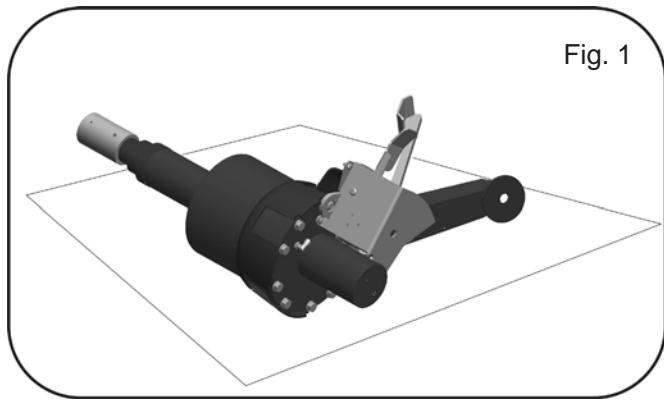

Fig. 1
2. Die Hydraulik vorsichtig aus der Verpackung heben und mit den Pedalen nach oben weisend hinlegen (Abb. 1). Bitte auf Plastgehäuse 9086660 achten!
2. Soulever prudemment l'unité hydraulique avec le pied hors de la boîte et la placer couchée sur le côté (attention à ne pas casser le couvercle en plastique 9086660) avec les pédales en haut (fig. 1).